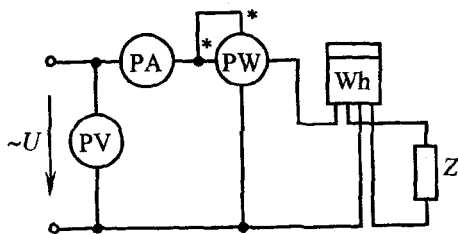

Рис. 4.4
**Задача 4.8.** В цепи рис. 4.4 напряжение и ток изменяются по закону  $u = 311 \sin(\omega t + \pi/2) \text{ В}$ ,  $i = 4,24 \sin(\omega t + \pi/3) \text{ А}$ .